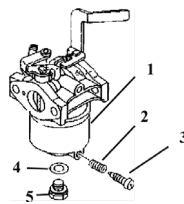

рис.6
2. Слейте или полностью выработайте имеющееся в баке топливо (слив производится снятием колпачка крана подачи топлива (рис.6 поз.2). 3. Слейте топливо из поплавковой камеры карбюратора, выкрутив пробку (рис.6 поз.3). После слива установите пробку на место и затяните. 4. В модификациях, в которых отсутствует
пробка слива, топливо слить, вывинтив болт (рис.6 поз.5) крепления поплавковой камеры. 5. Отсоединив высоковольтный провод, вывинтите свечу зажигания. Залейте в камеру сгорания 2 мл смазочного масла и проверните стартер. Установите свечу зажигания на место и присоедините высоковольтный провод. 6. Залейте 50-100 мл смазочного масла в топливный бак и равномерно распределите его внутри, наклоняя бензогенератор. 7. Рекомендуется нанести на корпусные и несущие детали консервационную смазку. 8. При расконсервации бензогенератора, проведите ТО, предусмотренное пунктами данного руководства и промойте бензобак чистым бензином АИ-92.